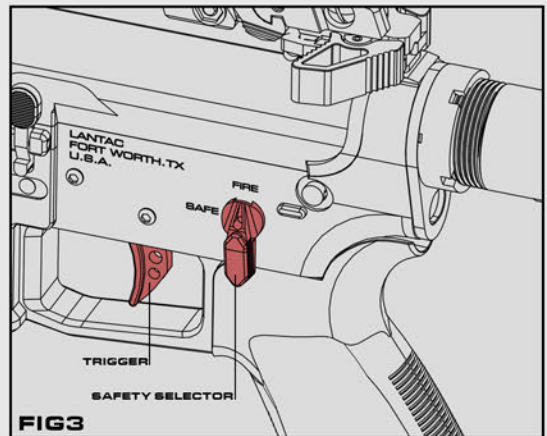

FIG3
5. NOW PLACE THE SAFETY SELECTOR IN THE 'FIRE' POSITION AND PULL THE TRIGGER, FIG3.